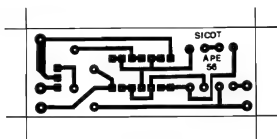

FIG. 3-P
- **FIG. 3-P - LAYOUT DO CIRCUITO IMPRESSO ESPECÍFICO** - Vista em tamanho natural (o que facilita muito a cópia direta, simplificando a confecção final...) a plaquinha de Circuito Impresso específica para a montagem detalha, em preto, as áreas cobreadas que devem restar após a corrosão na solução de Percloroeto de Ferro... As áreas em branco representam a superfície da placa **livre**